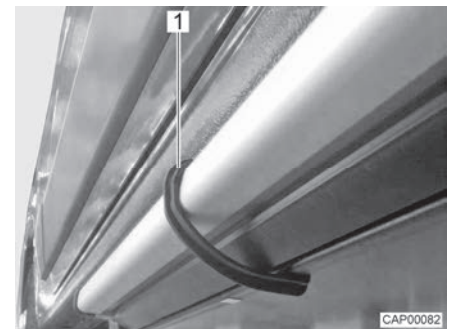

Bild 9 Halteklammer (Eintrittstufe)
- Eintrittstufe mit beiliegender Halteklammer (Bild 9,1) gegen Herausgleiten sichern.